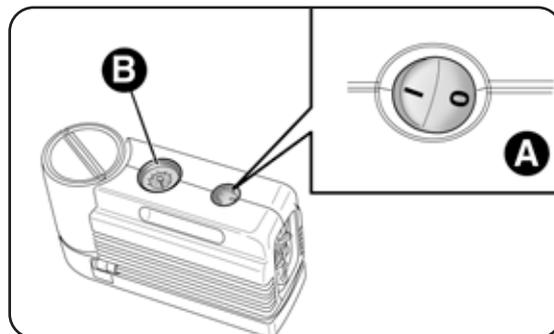
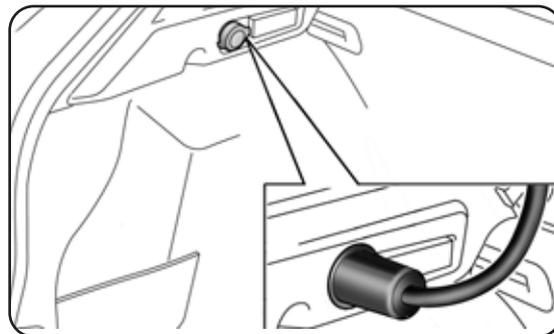
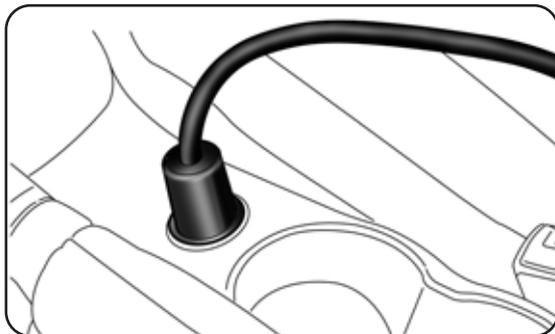

fig. 126
fig. 126a
fig. 127
- assicurati che l'interruttore A-fig. 126 del compressore sia in posizione 0 (spento), avvia il motore, inserisci la spina nella presa di corrente ubicata nel bagagliaio (vedi fig. 126a)/accendisigari sul tunnel centrale (vedi fig. 127), accendi il compressore portando l'interruttore A-fig. 126 in posizione I (acceso);
- gonfia il pneumatico alla pressione indicata nel paragrafo “Ruote” nel capitolo “Dati tecnici”. Per ottenere una lettura più precisa verifica il valore della pressione sul manometro B-fig. 126 con compressore spento;